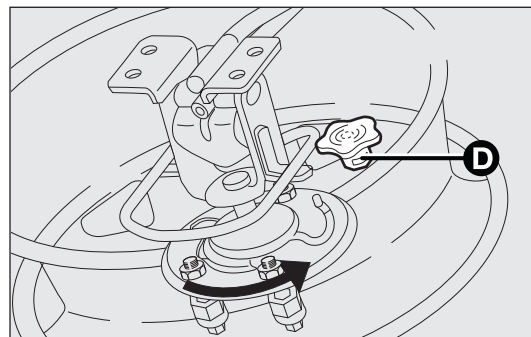

fig. 175
- riagganciare la ruota al supporto ruotandola fino a fine asola (come illustrato in fig. 175) e avvitare il pomello D;